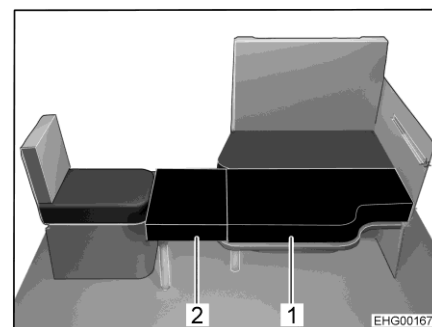
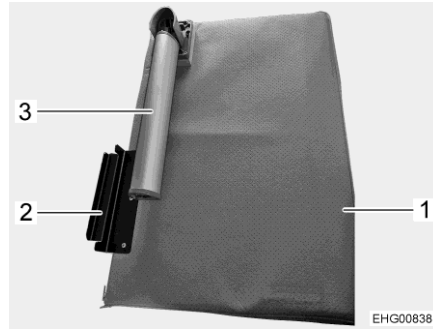

Fig. 129 Dopo la trasformazione
Fig. 130 Tavola aggiuntiva
- Estrarre il supporto per i piedi (Fig. 130,3) dalla tavola aggiuntiva (Fig. 130,1).
- Agganciare gli angoli di supporto (Fig. 130,2) della tavola aggiuntiva al sedile singolo e appoggiare il cuscino aggiuntivo (Fig. 129,2) sul piano del tavolo.
- Posare il secondo cuscino aggiuntivo (Fig. 129,1) sul piano del tavolo.